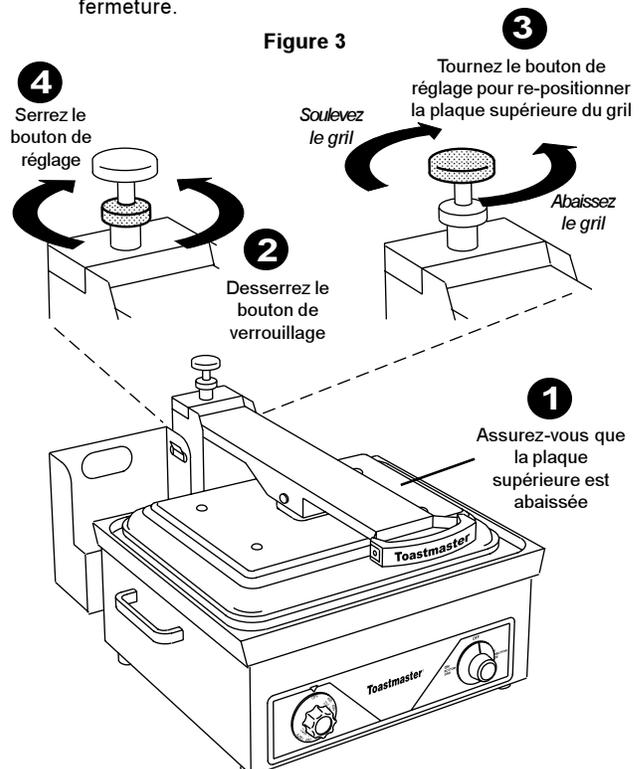

Figure 3
- En position « OFF » (O), les éléments chauffants des deux plaques sont hors circuit.
1. Au besoin, réglez la hauteur de fermeture de la plaque supérieure du gril comme indiqué ci-dessous. Reportez-vous à la Figure 3.
- Tournez le bouton de réglage de la hauteur de fermeture comme nécessaire pour faire monter ou descendre la plaque supérieure du gril à la hauteur appropriée. Voir Figure 3.